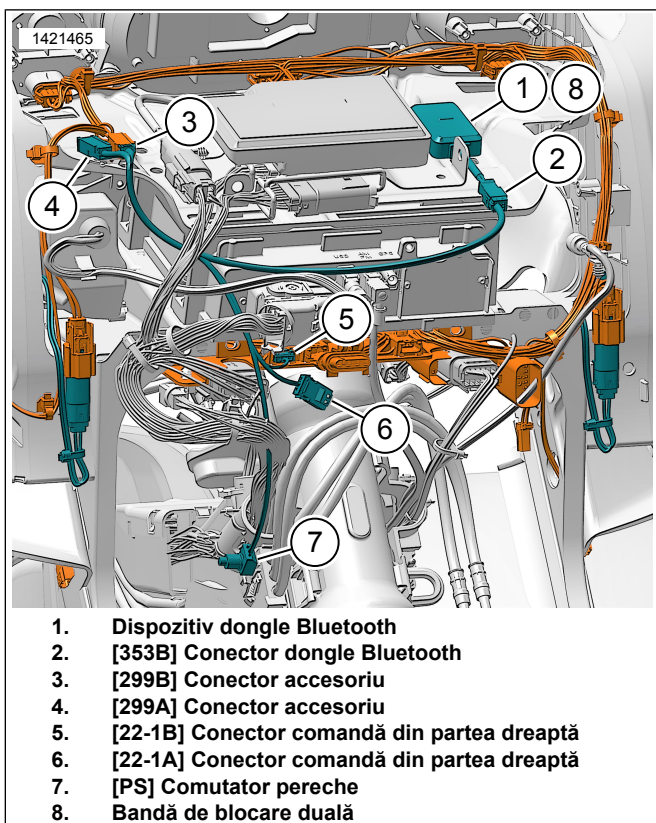

Figura 14. Cablaj dispozitiv dongle Bluetooth pentru carenaj montat pe furcă (2014-2016)
1. A se vedea figura 14. Instalați și dirijați cablajul dispozitivului dongle bluetooth sub carenaj.